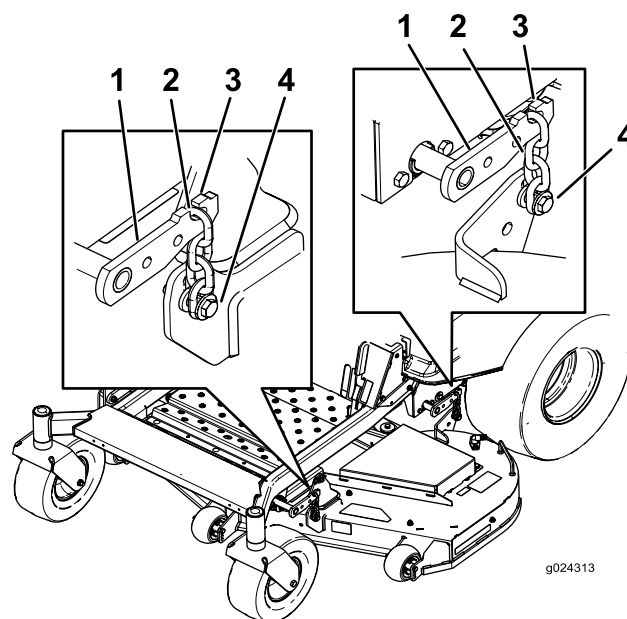

Figura 74
3. Rimuovete le catene dai ganci sui bracci di sollevamento del piatto (Figura 74).
6. Alzate la parte posteriore del piatto di taglio e attaccate le catene ai bracci di sollevamento posteriori (Figura 74).
7. Attaccate le catene anteriori ai bracci di sollevamento anteriori (Figura 74).